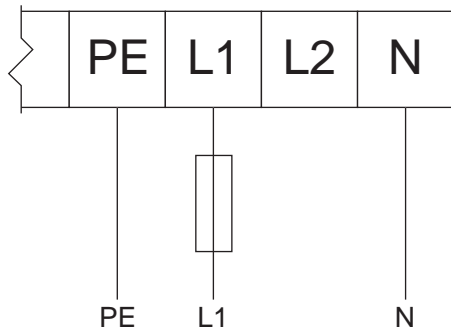

Figure 8 Wejście 120 V AC 1-fazowe/wyjście 240 V AC 3-fazowe
6. Podłączyć przewody zasilania do zacisków zasilania w skrzynce przyłączeniowej napędu VFD. Patrz tabela 3 i rys. 8–12, w zależności od systemu.